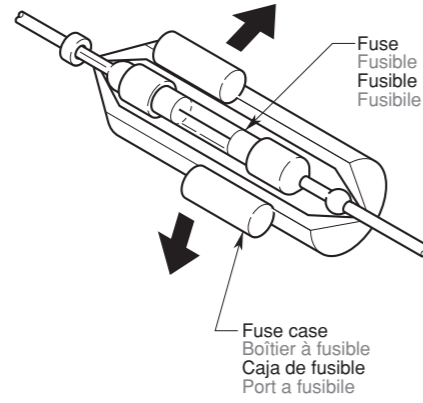

Figure 6 / Figure 6 / Figura 6 / Figura 6
4. To replace the fuse, open the lock on the source unit side, remove the old fuse and insert the new one. (Figure 6)
4. Pour remplacer le fusible, ouvrir le loquet sur le côté de l'appareil pilote, retirer l'ancien fusible et insérer le fusible neuf. (Figure 6)